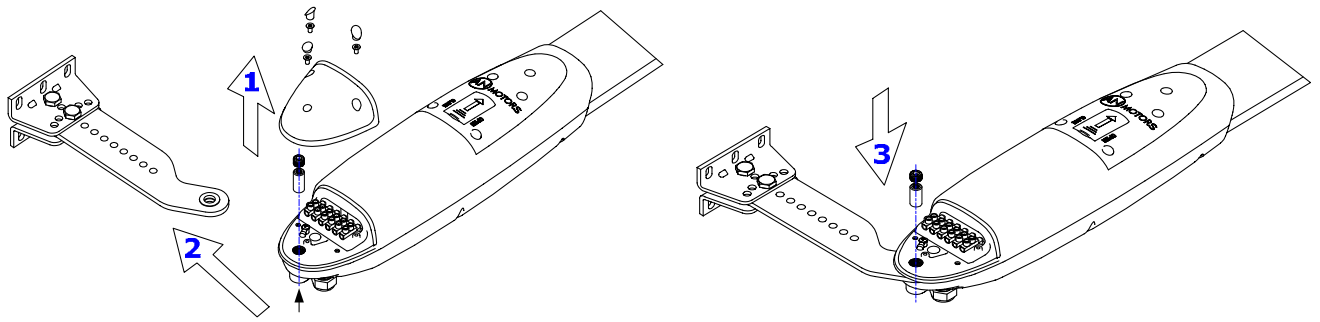

Рисунок 11. Установка привода на крепление заднее
- Установите привод на заднее (Рисунок 11) и переднее (Рисунок 12) крепления. Используйте отверстие внизу корпуса привода, чтобы достать ось заднего крепления. Для установки привода на переднее крепление разблокируйте привод (раздел «4.3. Ручная разблокировка») и переместите створку руками.